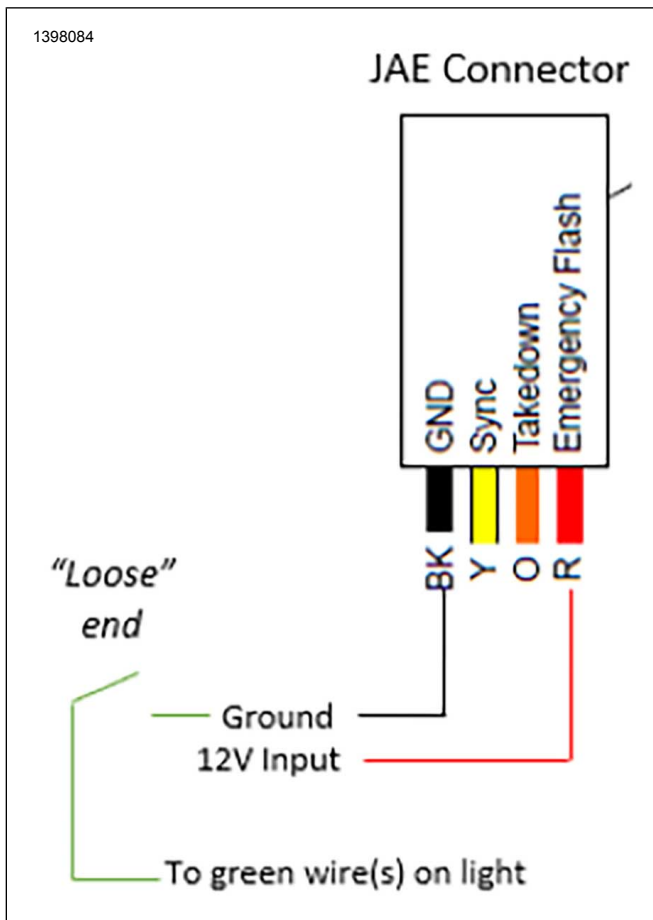

Рисунок 9. Настройка программирования цветов
1. См. рис. 9. Подключите 12 В источник питания к блоку освещения (требуется провод от дилера).
2. См. рис. 9. Зачистите кончики ЗЕЛЕННЫХ проводов на элементе освещения.